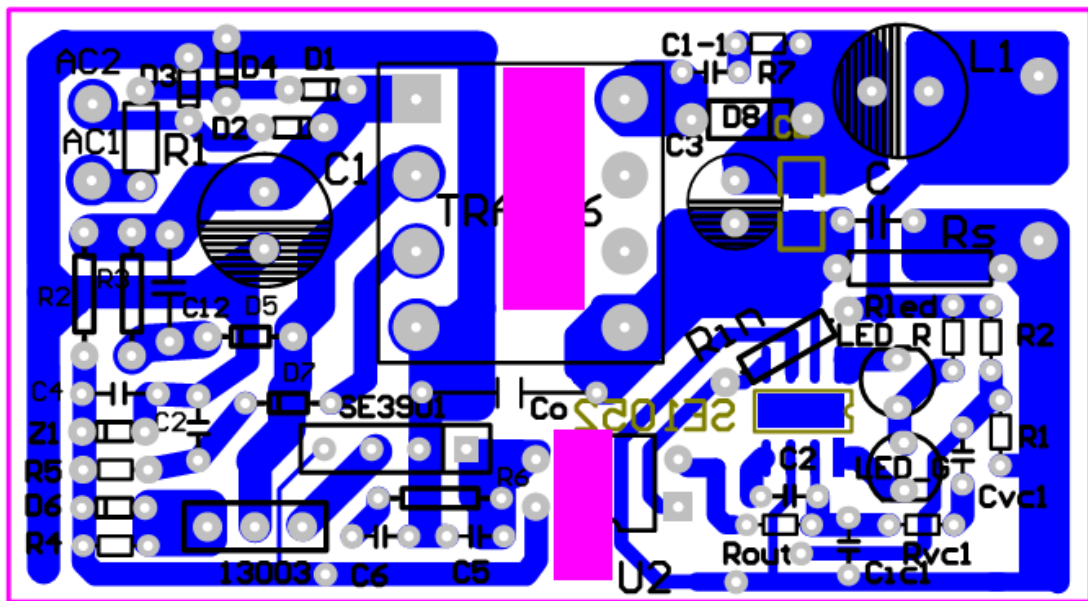

图 3 PCB Layout 图
3) 与 PCB 布局有关。如电源线和地线要粗一些，电容应尽量靠近整流二极管等。如果客户考虑使用 SE3901+SE1052 方案，我们可以提供给客户完整的 PCB Layout。如果客户使用自己的 PCB Layout 我们建议客户按照我们的 Layout 方法进行设计。应用 SE3901+SE1052 的 PCB Layout 如图 3 所示。请注意这个 PCB Layout 是单面板。SE3901+SE1052 在设计时就考虑使用单面可以稳定工作并且最大限度为客户节省成本。